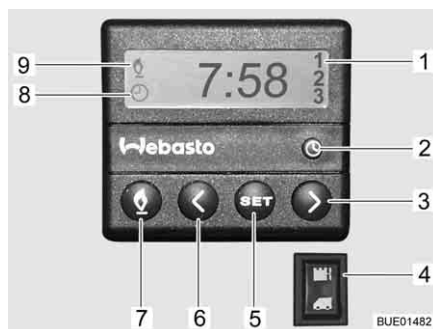

Fig. 156 Centralina di controllo (riscaldamento fisso)
- Premere il tasto (Fig. 156,7). Il funzionamento del riscaldamento viene indicato con il simbolo (Fig. 156,9). La ventola viene inserita solo quando la temperatura dell'acqua di raffreddamento è pari a 30 °C.
- Premere il tasto (Fig. 156,7). Il simbolo (Fig. 156,9) si spegne.
- Premere l'interruttore (Fig. 156,4) in alto. Il motore viene preriscaldato. La ventola viene inserita immediatamente.
- Premere l'interruttore (Fig. 156,4) in basso. Il motore rimane freddo.
- Premere il tasto (Fig. 156,2). L'impostazione dell'ora viene indicata con il simbolo (Fig. 156,8).
- Impostare l'ora con i tasti (Fig. 156,3 e 6).
- Premere il tasto (Fig. 156,5).
- Impostare l'orario di accensione con i tasti (Fig. 156,3 e 6) entro 10 secondi.
- Premere il tasto (Fig. 156,5) fino a che nel display (Fig. 156,1) non appare il numero di programmazione desiderato.